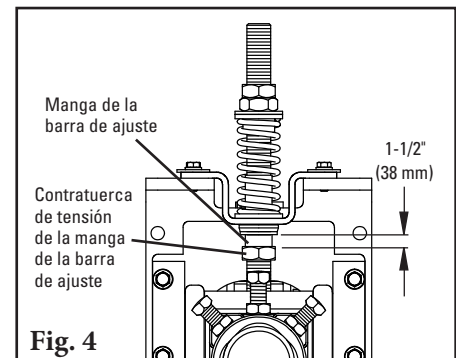

Fig. 4
5. **Coloque la manga de la barra de ajuste.** Después de ajustar la tensión de la hoja, atornille la manga de la barra de ajuste en el buje UHMW hasta que 1-1/2" (38 mm) queden expuestos (Fig. 4). Apriete la contratuerca de tensión de la manga de la barra de ajuste.